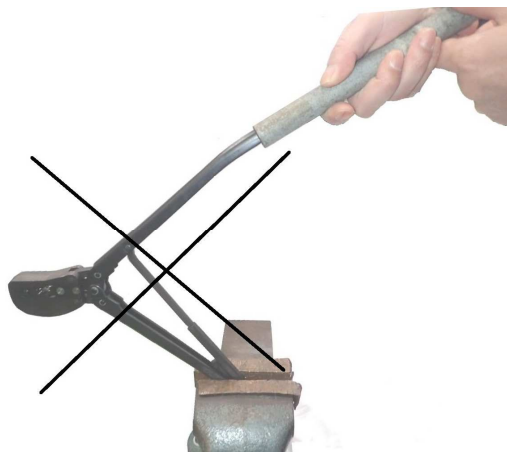

図9 Fig. 9
- ・上記悪い例を組み合わせて使用するなど。図9
- Don't use it combining the bad above-mentioned example. Fig.9